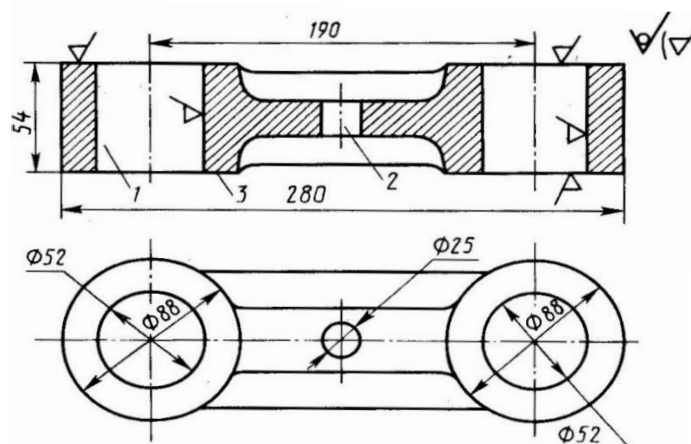

Рис. 13
2. По эскизу детали (рис. 13) разработайте эскизы элементов литейной формы, модели стержневого ящика собранной литейной формы (в разрезе). Опишите последовательность изготовления формы методом ручной формовки. Материал детали – чугун СЧ20.